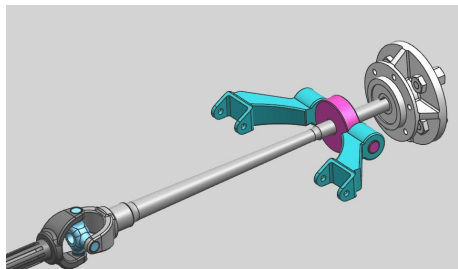

Рис.66
•**Вариант 16:** из директории Films запустите AVI фильм под названием *movie\_Kardan* (рис.66). Вы уже выполняли этот пример, когда повторяли рекомендованные примеры из пособия. Но в том примере голубая скоба осуществляла колебательные движения только в одной вертикальной плоскости. А вы заставьте перемещаться голубую скобу в двух плоскостях: в вертикальной плоскости – вверх вниз, и в горизонтальной плоскости – вправо, влево. Именно такое движение продемонстрировано в фильме *movie\_Kardan*. Именно так и работает реальный кардан в заднеприводных автомобилях.